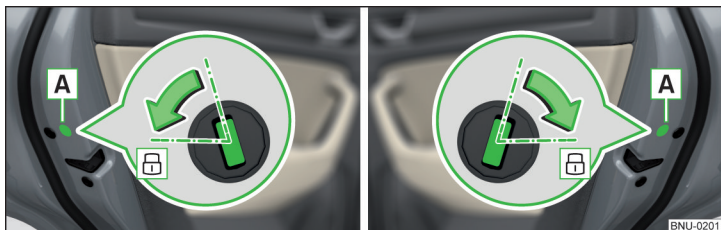

Fig. 334 Porte gauche/Porte droite
- › Pour les véhicules avec le cache **A**, enlever ce cache » fig. 334.